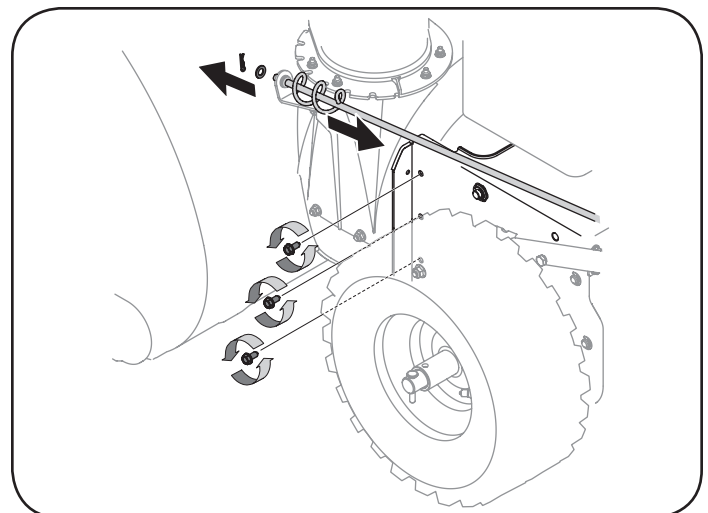

Figura 21
1. Desconecte el conjunto de manivela del canal en el extremo del canal de descarga. Para ello saque el broche de horquilla y la arandela plana. Consulte la Figura 21.
4. Desde los dos lados del conjunto del cuadro, use una llave de 1/2" para retirar los tres tornillos roscados hexagonales que sujetan el marco al conjunto de la caja de la barrena. Consulte la figura 21 en la página anterior.